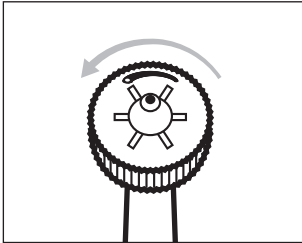

Abb. 4
- ◆ Drehen Sie den Düsenregler **1** mit den Fingern gegen den Uhrzeigersinn für einen Einzelstrahl zur gezielten Entfernung von Speiseresten an schwer erreichbaren Stellen (siehe Abb. 4 und 5).